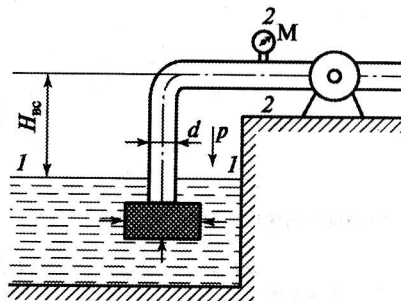

Рис. 5.10
**Задача 5.10.** Центробежный насос должен обеспечить расход  $Q = 0,1 \text{ м}^3/\text{с}$  и давление на выходе  $p_2 = 4,7 \cdot 10^4 \text{ Н/м}^2$ . Всасывающая труба имеет диаметр  $d = 0,3 \text{ м}$  и длину  $L = 24 \text{ м}$ , а также фильтр на входе, имеющий местный коэффициент сопротивления  $\xi = 5$ . Всасывание воды осуществляется из открытого резервуара (рис. 5.10). Коэффициент потерь на трение  $\lambda = 0,02$ , коэффициент местных сопротивлений  $\xi_{\text{поворот}} = 0,2$ . Определить высоту всасывания  $H_{\text{вс}}$ .